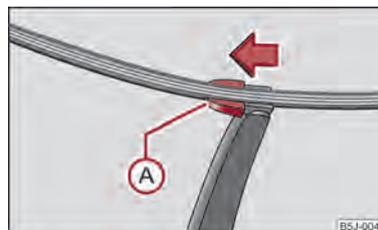

Fig. 32 Escobilla del limpiapunetas
- Abata el brazo de la escobilla separándolo del parabrisas y coloque la escobilla en posición perpendicular al brazo → fig. 32.
- Con la otra mano, desenclave el seguro (A) en el sentido de la flecha y retire la escobilla.